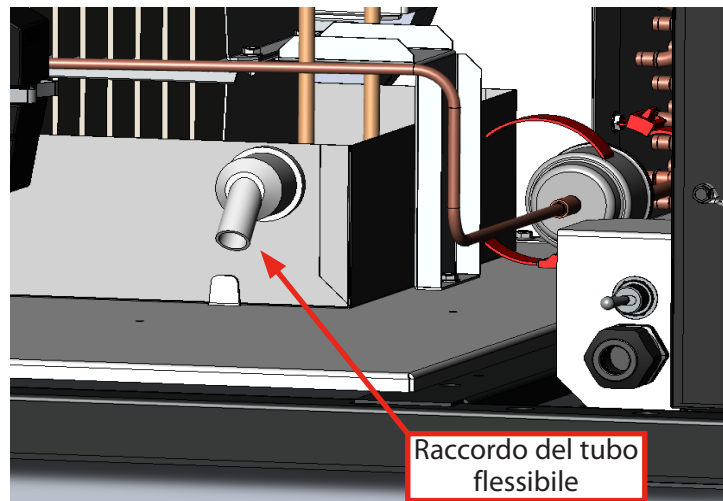

Fig. 1. Retro dell'armadietto con la griglia di metallo rimossa.
2. Togliere la griglia di metallo posteriore (Si veda la fig. 1).